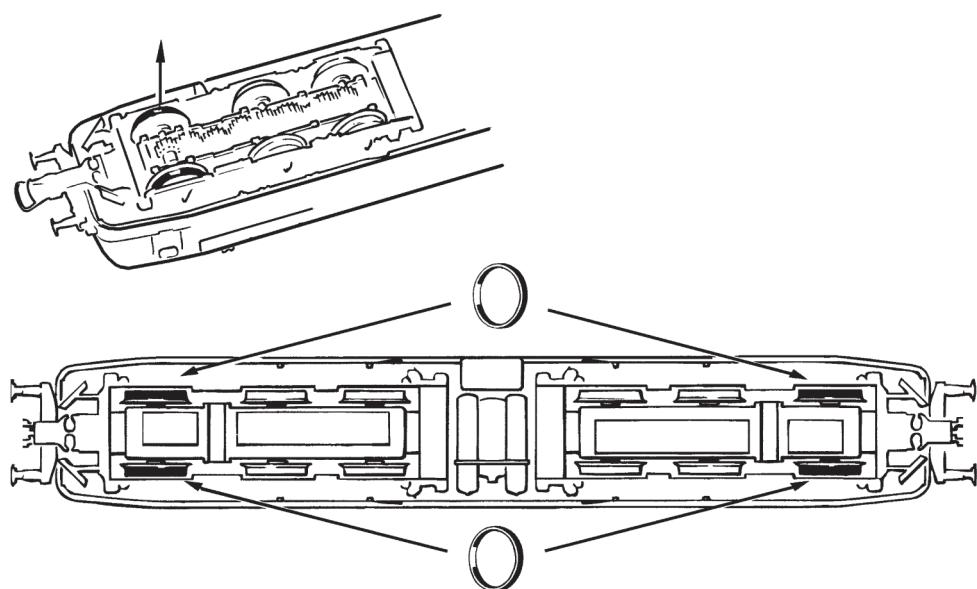
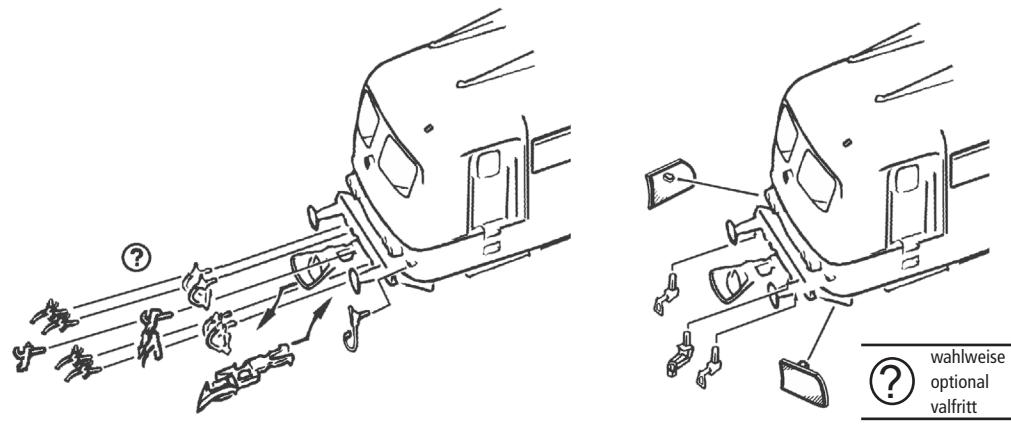
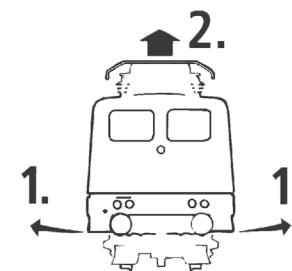

Fig. 10
Fig. 3
Fig. 4
**Mehrzugbetrieb:** Zuerst Lokgehäuse abnehmen (Fig. 3). Danach den Brückenstecker aus der Schnittstelle entfernen (diesen sorgsam aufbewahren). Danach den Stecker des Steuerbausteins lagerichtig einsetzen (siehe Fig. 4).
**1. Reinigung der Radstromkontakte:** Radstromkontakte können auf unsauberer Schienen leicht verschmutzen. Entfernen Sie **vorsichtig** mit einem kleinen Pinsel **den Schmutz** an den in Fig. 10 gekennzeichneten Stellen.
**2. Schmierung:** Versehen Sie die im Schmierplan in Fig. 8 gekennzeichneten Stellen mit nur **kleinen Öltropfen**. Dazu zuerst das Lokgehäuse abnehmen (Fig. 3). Wir empfehlen den ROCO **Öler Art.-Nr. 10906**. Fürs Schmieren der Getriebeteile (Zahnräder, Schnecke) empfehlen wir das **ROCO-Spezialfett Art.-Nr. 10905**. Im Falle der Schmierung diese Teile **nicht ölen**.
Remove the jumper from the interface. Finally put the plug of the chip into the interface as shown in fig. 4.
**1. Cleaning of wheel contacts:** Wheel contacts easily get dirty on tracks which are not entirely clean. Use a small brush to **remove dirt** from spots marked in fig. 10.
**2. Lubrication:** Apply **tiny oil drops** to spots marked in fig. 8. Prior to lubrication dismantle locomotive (fig. 3). We recommend using item no. **10906, ROCO oiler**. For lubrication the gearparts (e.g. cogwheels, worm) we would recommend our ROCO **special grease** (item no. **10905**).
**4. Carbon Brush Changing:** First remove loco body (fig. 3), and then the motor (fig. 5).
**Digitalköring:** Tag försiktigt bort pluggen som sitter i kontakten på kretskortet (spara pluggen för framtida bruk). Sätt dit dekoderns kontakt i rätt position (fig. 4).
**1. Rengöring av hjulens strömupptagningsbleck:** Strömapptagningsblecken kan bli smutsiga om modellen används på smutsig räls. Rengör blecken med en liten borste på punkterna som markeras på fig. 10. Tag av lokkåpan först (fig. 3).
**3. Byte av slirskydd:** Väkel lådskåpa (fig. 3). Tag sedan ur hjulaxlarna och dra av slirskydden med hjälp av en liten skravmejsel. Vid påsättning av nya slirskydd - kontrollera att dessa sitter slät på hjulen fig. 9.
**4. Byte av motorkol:** Tag av lokkopån först (fig. 3). Tag ur motorn och byt motorkolen enligt fig. 5.
se } Fig.3